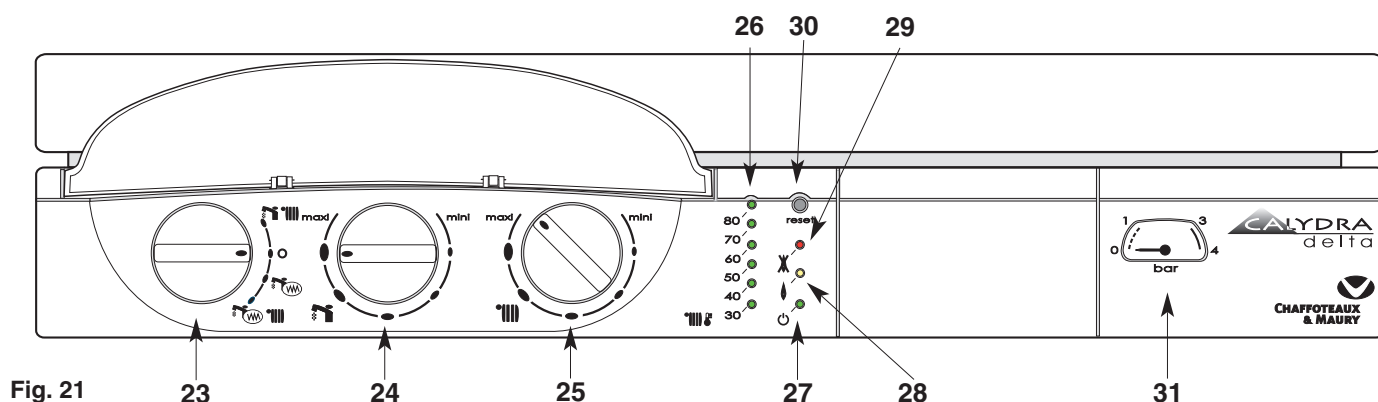
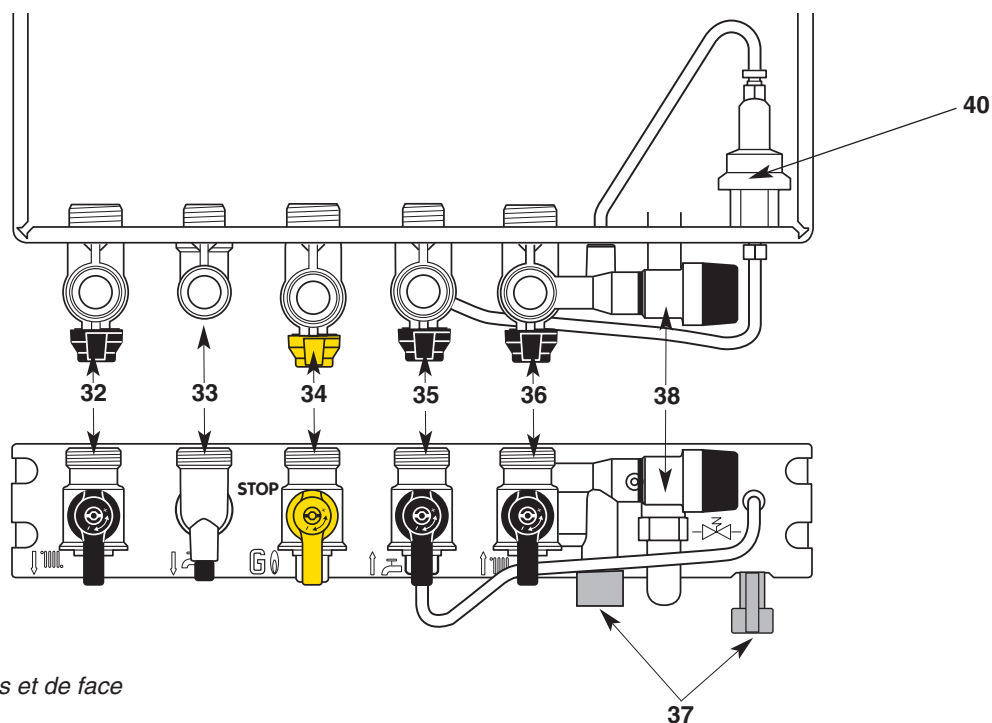

Fig. 21
Fig. 22 - Vues de dessus et de face
Tableau de bord (fig. 21)
Barrette robinetterie (fig. 22)
4. Ouvrez le robinet d'arrivée de gaz **34** (fig. 22), sur la position  .
- Placez le commutateur **23** (fig. 21) en position  voyant vert **27** allumé ; le voyant orange **28** (fig. 22) s'allume chaque fois que le brûleur entre en fonction.
Le bouton de réglage du chauffage **25**  (fig. 21) donne la possibilité d'ajuster la température de l'eau du circuit de chauffage en fonction des besoins saisonniers.
- Placez le commutateur **23** en position «O » le voyant vert **27** (fig. 21) reste allumé. La fonction hors gel de la chaudière reste active.
- Coupez l'arrivée du gaz en tournant le robinet **34** (fig. 22), sur la position STOP.
*Ne pas oublier de le rouvrir en début de saison de chauffage, lorsque l'on replace le commutateur **23** (fig. 22) en position  .*